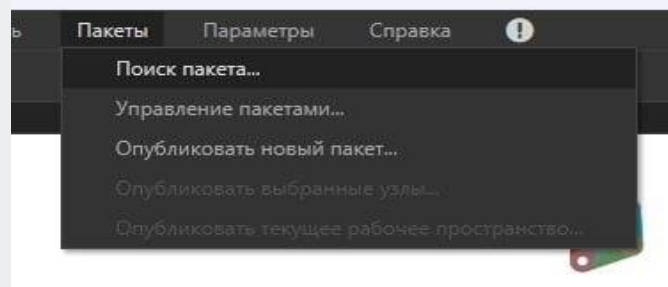

Рис. 22 – Меню в редакторе скриптов Дунато
2. В редакторе скриптов Дунато, на вкладке **Пакеты** выбрать меню **Поиск пакета...** (Рис. 22).
3. С помощью строки поиска найти загружаемый пакет **DynamoIronPython2.7** и установить последнюю версию (Рис. 22).